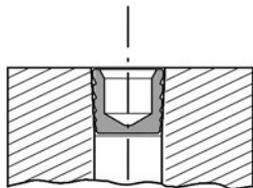

Bild 1
- LP-Plug mit der Setzbohrung nach aussen in die Konusbohrung einführen, wobei der obere Hülsenrand nicht über die Aussenkontur des Werkstückes vorstehen darf (Bild 1).